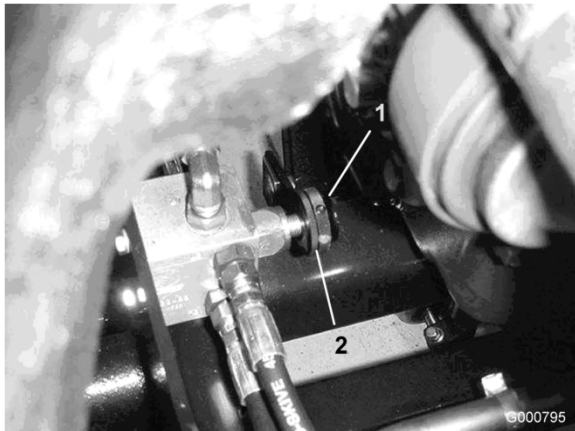

Figure 76
5. Localisez la valve devant l'essieu arrière des plateaux de coupe (Figure 76).
6. Desserrez la bague de fixation du bouton (Figure 76).